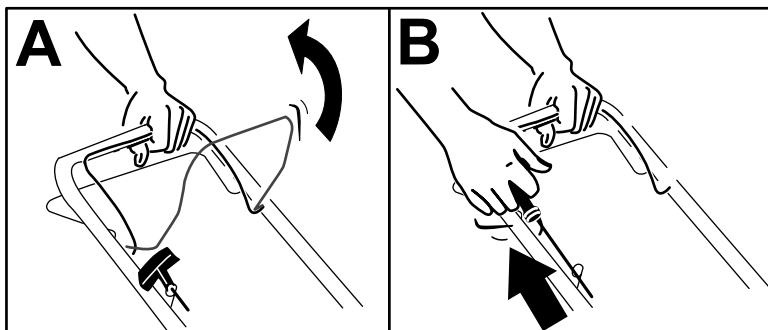

Figura 12
1. inei bara de comandă pentru lamă lângă mâner (A din Figura 12).
2. Tragei de mânerul demarorului cu recul (B din Figura 12).